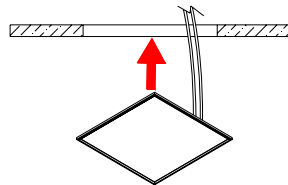

图 3
3.将面板灯倾斜一个角度，嵌到天花板上的固定孔中，如图 3；